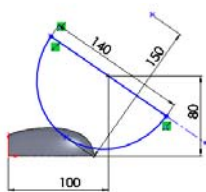
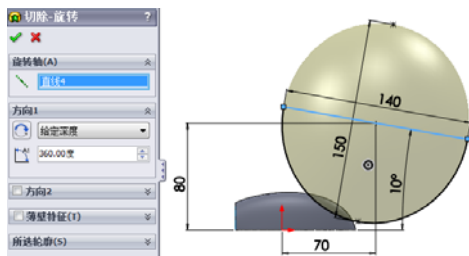

图 6-82 草图 7
图 6-83 旋转凸台特征
3. 切削造型槽一。选取上视平面,单击 (旋转切除)按钮,进入草图绘制模式。绘制如图 6-82 所示的草图 7;产生旋转凸台如图 6-83 所示。